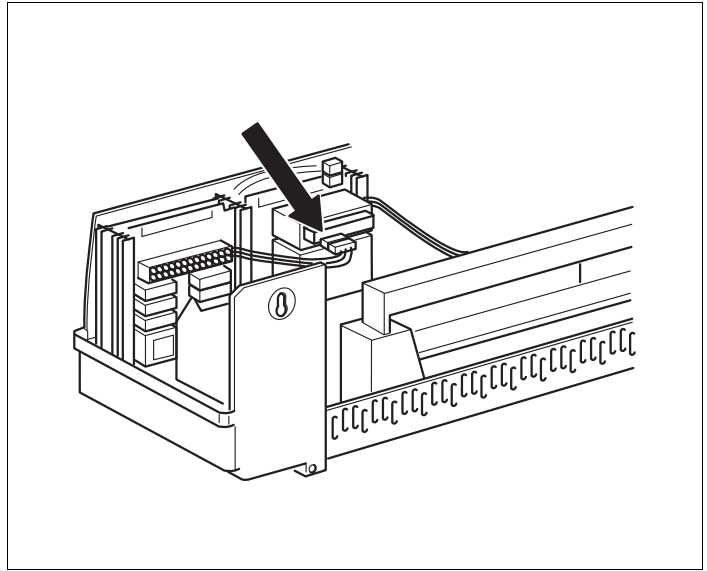

Fig. 16 Estabelecer a alimentação de tensão de 230 V
- Inserir a ficha de ligação do módulo de 230 V na posição prevista na barra de conectores (para a ligação do módulo na slot 2, → Fig. 16).